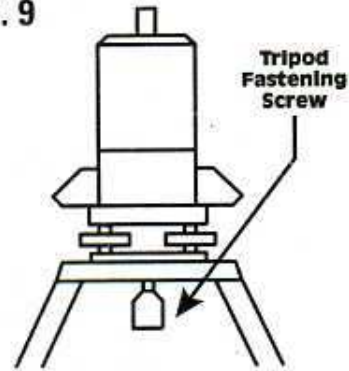

FIG. 10
- D) Resserrer le théodolite et vérifier que votre nivelle horizontale reste bien centrée, comme l'indiquent les points 3 et 4 (Fig. 10).